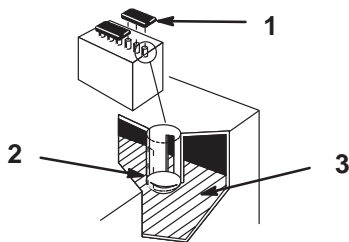

Abbildung 38
2. Die Abdeckung öffnen, um in die Zellen zu sehen. Die Füllsäure muß bis zum unteren Teil der Röhre reichen (Abb. 38). Die Füllsäure darf nicht unterhalb der Platten stehen. (Abb. 38).
2. Die Verschußdeckel abnehmen (Abb. 38).
3. Langsam destilliertes Wasser in jede Batteriezelle gießen, bis die Flüssigkeit bis zum unteren Teil der Röhre reicht (Abb. 38).